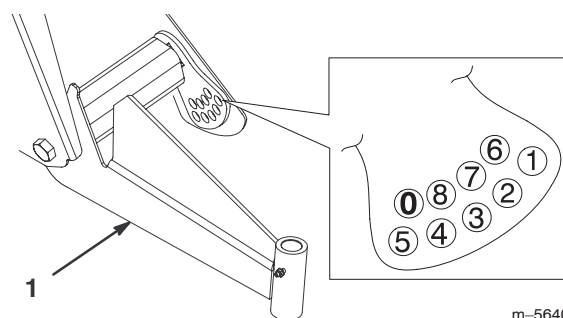

Figure 32
2. Enlevez le boulon limiteur de course (Fig. 32).
3. Desserrez les boulons de centrage dans le bras triangulé avant (Fig. 32).
4. Retirez le boulon de réglage de hauteur de caisse (Fig. 32).
5. Tournez le bras triangulé avant à la position voulue (voir la Remarque ci-après), puis remettre en place le boulon de réglage de hauteur de caisse (Fig. 32).
7. Remettez le boulon limiteur de course (Fig. 32).